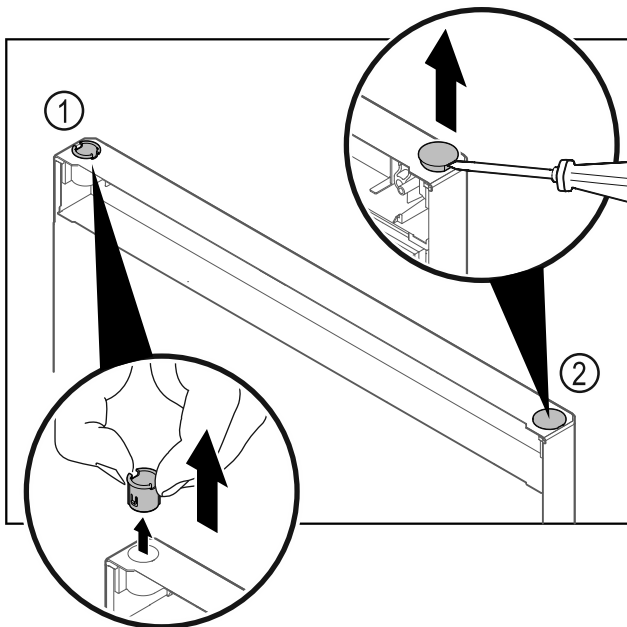

Fig. 26
- Витягніть шарнірну втулку Fig. 26 (1) пальцями.
- За допомогою шліцевої викрутки обережно підніміть заглушку Fig. 26 (2) та витягніть її.